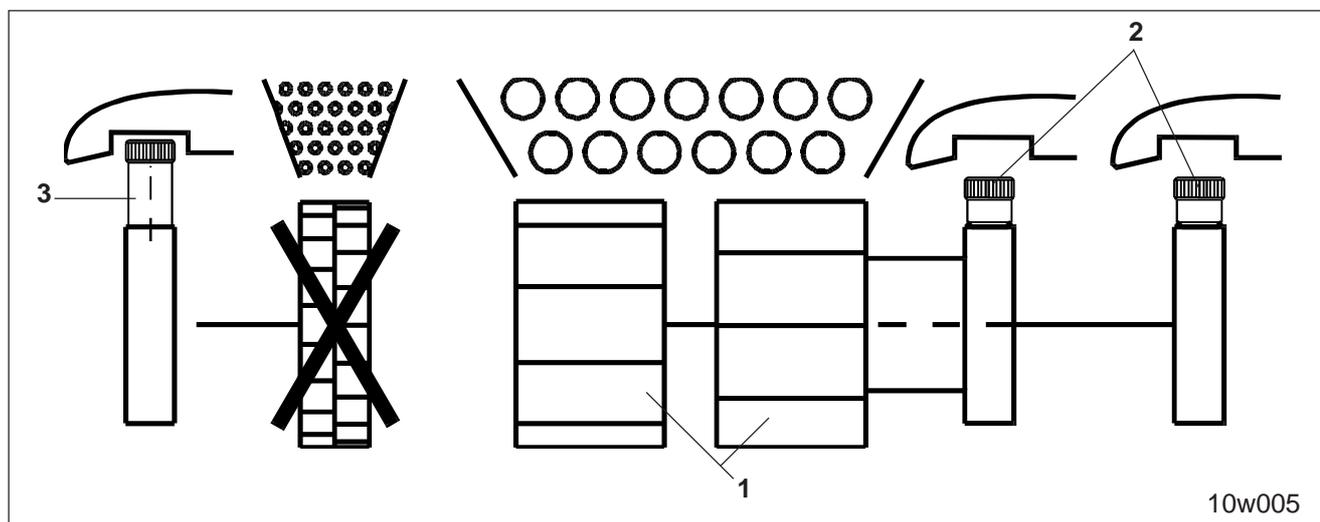

Fig. 20.5
Zur Aussaat mit beiden Hauptsärädern (Fig. 20.5/1)
- Rändelschrauben (Fig. 20.5/2) der Hauptsäräder einschrauben
- Rändelschraube (Fig. 20.5/3) des Feinsärades herausdrehen.